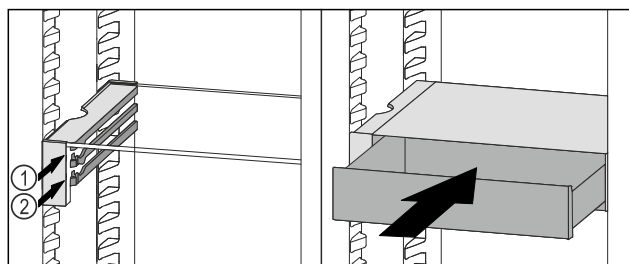

Fig. 87
- ▶ Coloque el cajón VarioSafe en la nervadura deseada Fig. 87 (1) o Fig. 87 (2) detrás de los topes.